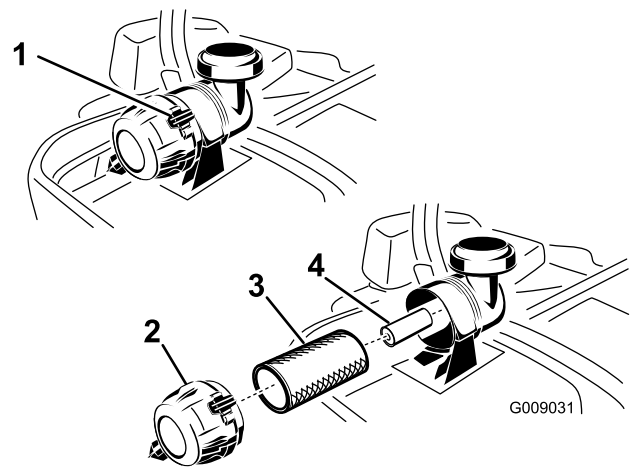

Figura 66
5. Extraiga con cuidado el filtro primario de la carcasa del limpiador de aire (Figura 66).
3. Abra los enganches del limpiador de aire y tire de la tapa de la entrada de aire para separarla del cuerpo del limpiador de aire (Figura 66).
2. Si va a cambiar el filtro interno, deslícelo cuidadosamente en el cuerpo del filtro (Figura 66).
3. Deslice cuidadosamente el filtro primario por encima del filtro de seguridad (Figura 66).
4. Instale la tapa del limpiador de aire con el respiradero hacia abajo, y gírela hasta que los enganches la bloqueen en su sitio (Figura 66).